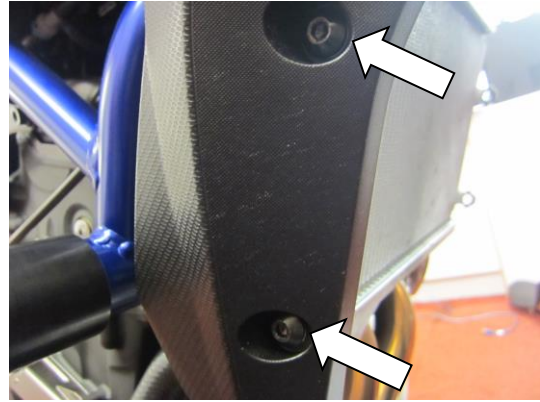

ABBILDUNG 4
- Entfernen Sie die zwei Schrauben, die in Abbildung 4 markiert sind und entfernen Sie die Seitenverkleidung an der rechten Seite des Motorrads.